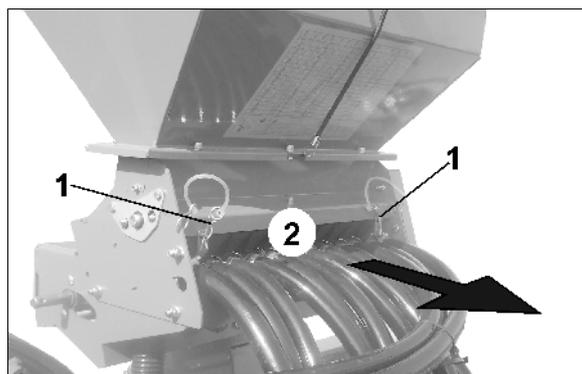

Fig. 34
- o l'unité de dosage se trouve en position de dosage et qu'elle est goupillée (Fig. 34/1) en sécurité.